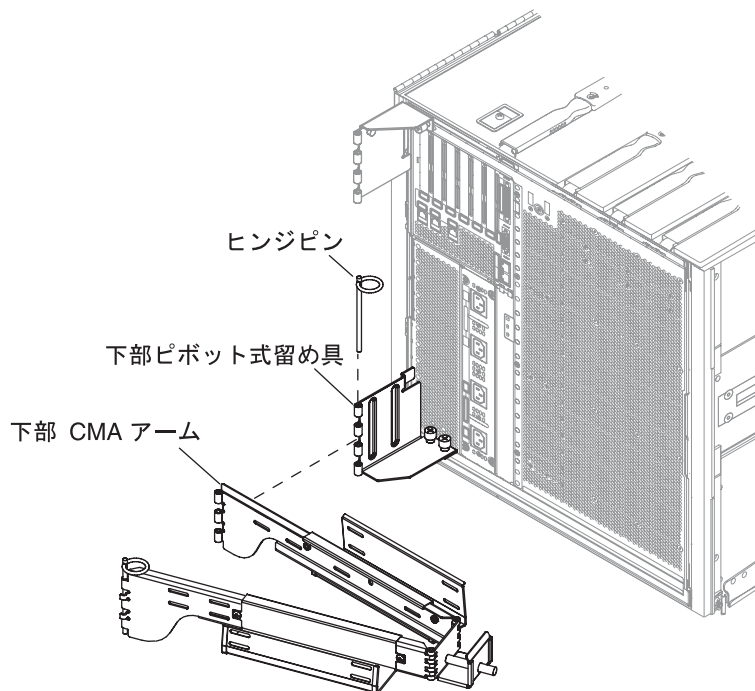

図 14-9 下部 CMA アームおよびピボット式留め具の取り付け
7. 留め具をシャーシに取り付けてから、前の手順で取り外したヒンジピンを使用して、下部 CMA アームを留め具に固定します (図 14-9)。